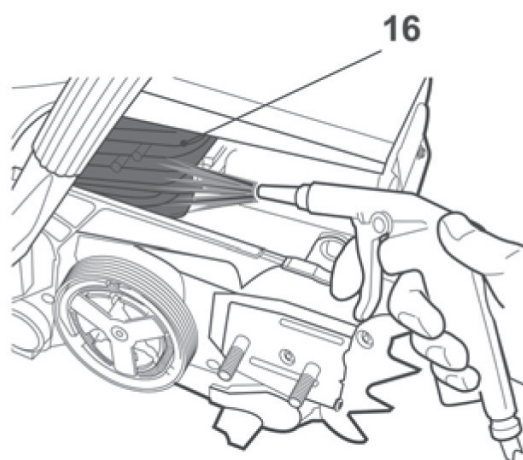

Fig. 51
- > Una obstrucción de polvo entre las aletas del cilindro (16) causará el sobrecalentamiento del motor. Controle y limpie periódicamente las aletas del cilindro (16) con aire a presión (Fig. 51).